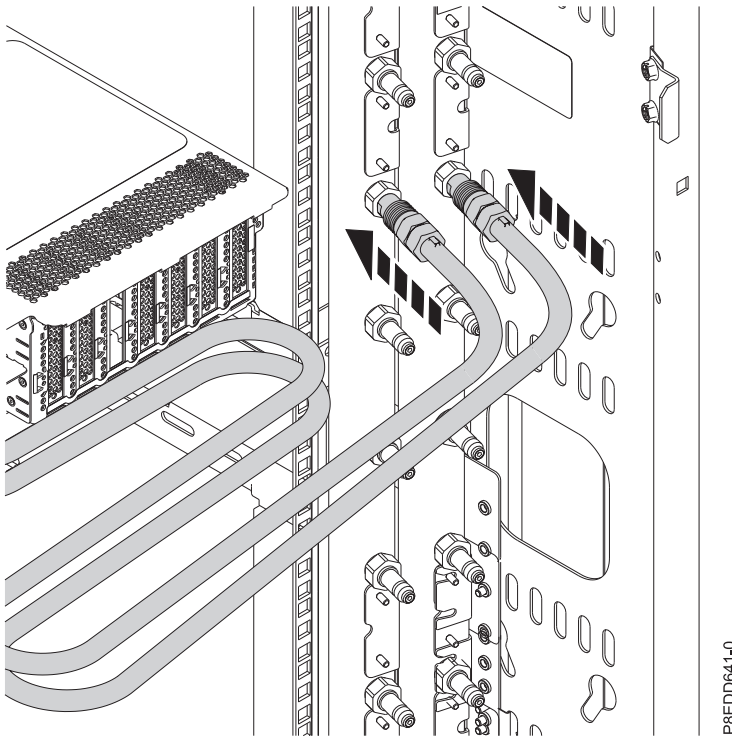

Figure 224. Raccordement des conduites d'eau
7. Dans le cas d'un système à refroidissement par eau, raccordez les conduites d'eau à l'arrière de l'armoire au collecteur (voir figure 224). Veillez à brancher la conduite équipée du raccord mâle sur le raccord femelle du collecteur, et la conduite munie du raccord femelle sur le raccord mâle du collecteur.